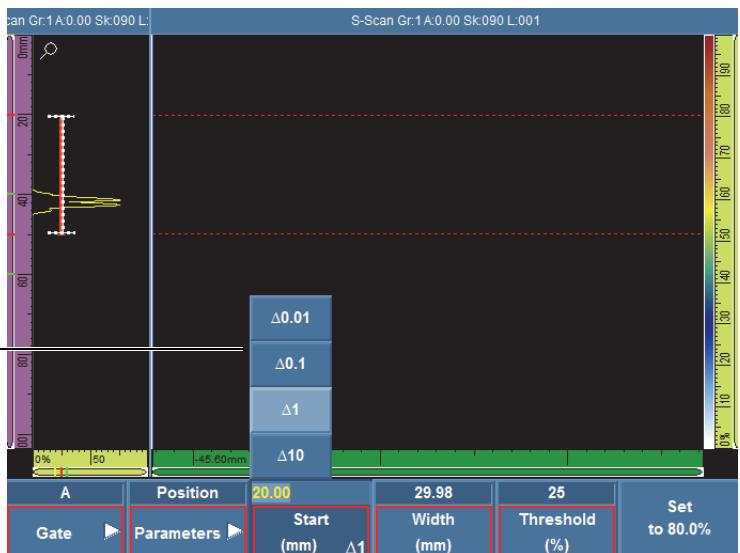
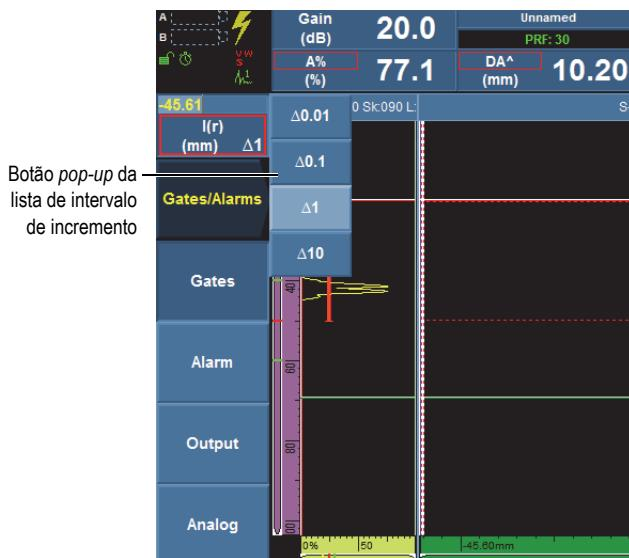

Figura 2 Lista do parâmetro de intervalo do incremento
Figura 3 Botão pop-up da lista de intervalo de incremento
- **Para alterar o valor (Δ) numérico do incremento**, clique no parâmetro uma vez para ativar o modo de edição, clique com o botão direito no parâmetro numérico e, em seguida, na lista, selecione o incremento desejado (veja Figura 2 na página 4). A lista de incrementos também está disponível nos botões pop-up (veja Figura 3 na página 4).